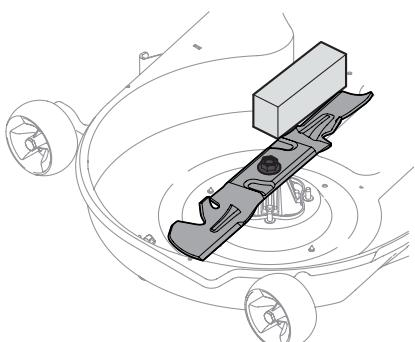

Figura 2
3. Establezca una de las cuchillas de corte con una herramienta de bloqueo de cuchillas o un bloque de madera. Consulte la Figura 2.